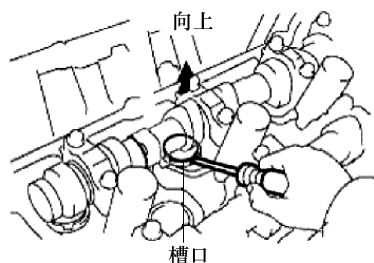

图 1-268 调整气门间隙
2) 用旋具旋转气门挺杆, 使凹槽与凸轮轴垂直(图 1-268)。